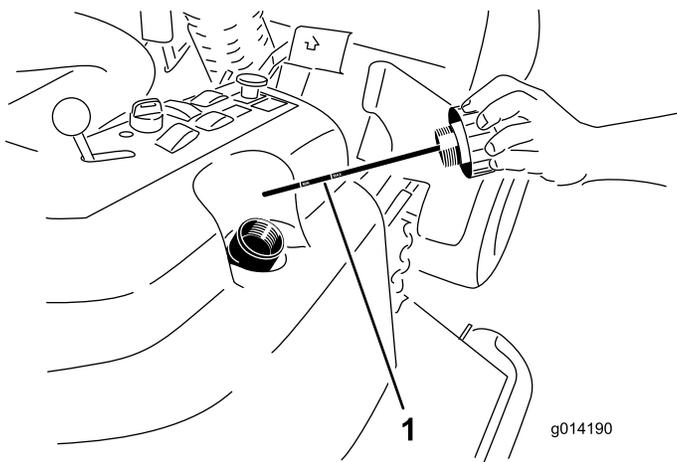

Figure 48
2. Enlevez le bouchon (Figure 48) du goulot de remplissage du réservoir hydraulique.
3. Retirez la jauge et essuyez-la sur un chiffon propre (Figure 48).
4. Vissez la jauge dans le goulot de remplissage, ressortez-la et vérifiez le niveau de liquide (Figure 48).